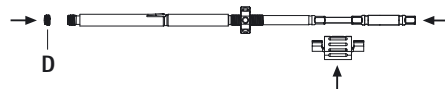

Abb. 12
- Schraubendreher in Innenhülse einführen, mit Abstandshalter sichern und Verriegelungsschraube D aufstecken, siehe Abb. 12.